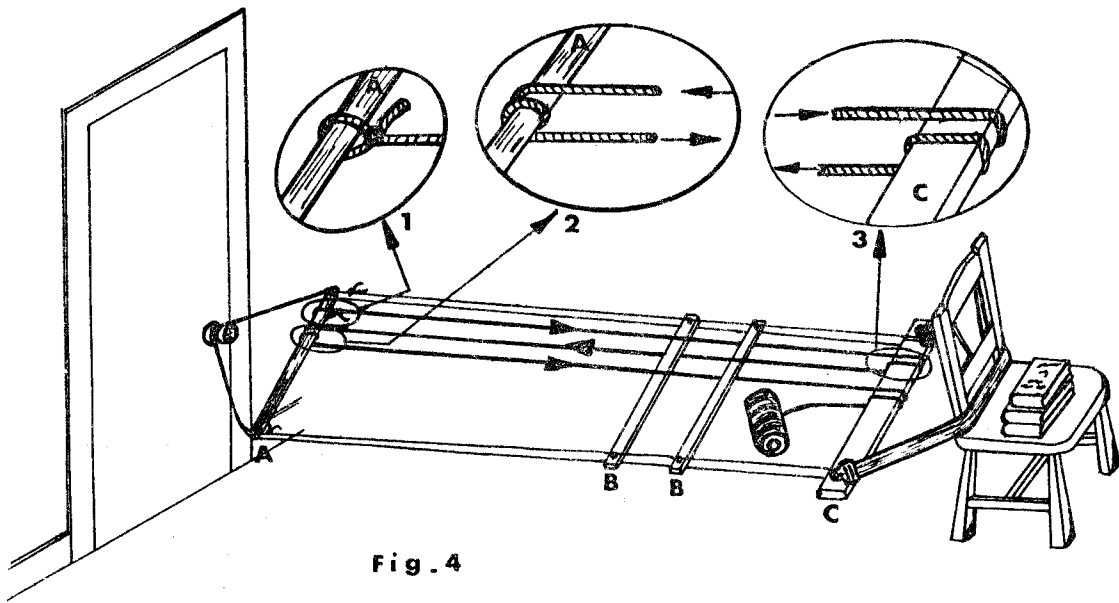

Fig. 4
- c) Amenez le fil à la baguette C, faites un tour et demi et revenez aux baguettes B puis à la barre A (en passant sur la première baguette (B₂) et sous la deuxième (B₁)). (*fig. 4*)
- c) Pass over the stick C, make a complete turn, plus a half-turn, and come back to sticks B, then to the stick A. (*fig. 4*)